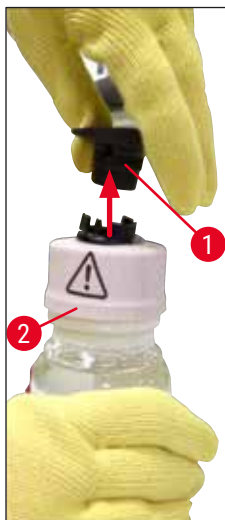

Рис. 57
5. Извлеките новую колбу с заключающей средой (→ Рис. 57) из упаковки и снимите черную пластиковую крышку (→ Рис. 57-1).